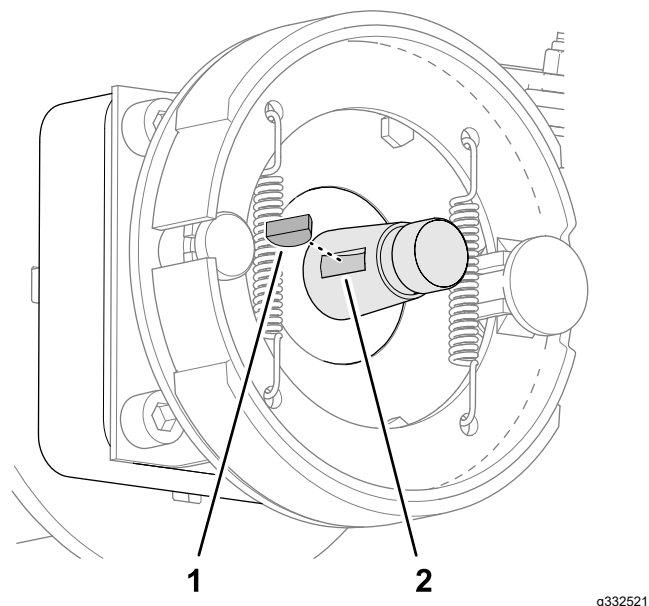

Figura 79
5. Îndepărtați pana Woodruff de la axul care conectează motorul cu roata (Figura 79).